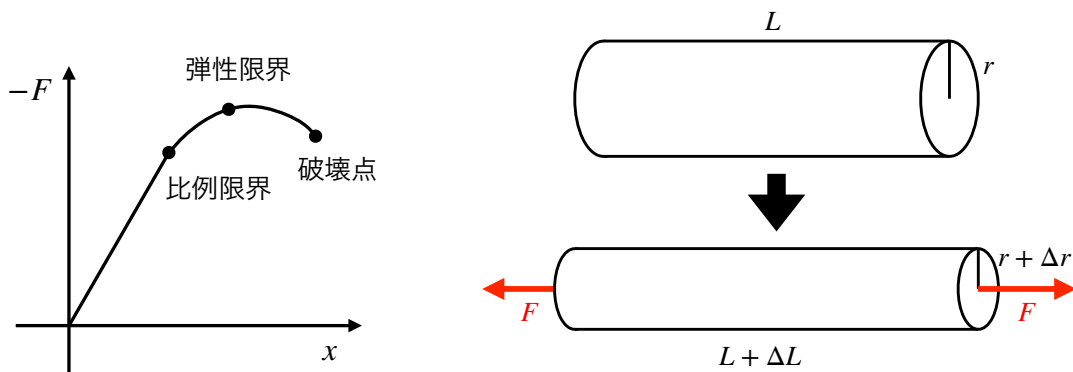

図 23: 左：弾性体の変位 x と復元力 F の関係の模式図。右：円柱型の弾性体の変形。
- 加える力をより強くしていくと（図 23 左）
- 円柱型の弾性体を力 F で長さ方向に引っ張る (図 23 右)